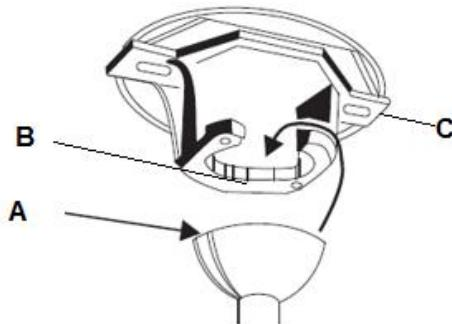

Abb. 9
4. Hängen Sie die komplette Ventilatorbaugruppe an die Montagehalterung. (Abschnitt „Einhängen des Ventilators“ und Abb. 9)
AUFGÄNGEN DES VENTILATORS (Abb. 9)
Setzen Sie den kompletten Ventilator in die Halterung ein. Die Sicherungsnut (A) der Kugelaufhängung muss in den Anschlag (B) der Halterung (C) greifen, um ein Verdrehen des Ventilators im Betrieb zu verhindern. (Abb. 9)